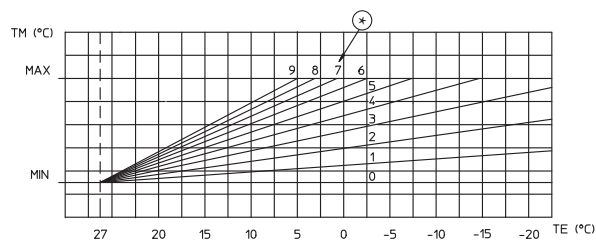

Fig. 1-8 Fig. 1-8 Ilustracja 1-8 Obr. 1-8 1-8 ábra Илл. 1-8
- Sonda externa de temperatura (Fig. 1-7). Esta sonda se puede conectar directamente a la instalación eléctrica de la caldera, permitiendo reducir automáticamente la temperatura máxima de salida a la instalación de calefacción cuando aumenta la temperatura externa, de forma que el calor proporcionado a la instalación se ajuste a las variaciones de la temperatura externa. La sonda externa actúa siempre que está conectada, independientemente de que exista o no cronotermostato ambiente y de cuál es su tipo, pudiendo funcionar en combinación con el cronotermostato On/Off y el CAR, (pero no con el CRD). La relación entre la temperatura de salida para calefacción y la temperatura externa depende de la posición del regulador presente en el panel de la caldera, según las curvas representadas en el diagrama (Fig. 1-8). La conexión eléctrica de la sonda externa debe ser realizada con los bornes 38 y 39 de la tarjeta electrónica de la caldera (Fig. 3-2).
* (Fig. 1-8) Posición de la regulación de la temperatura de calefacción por el usuario.